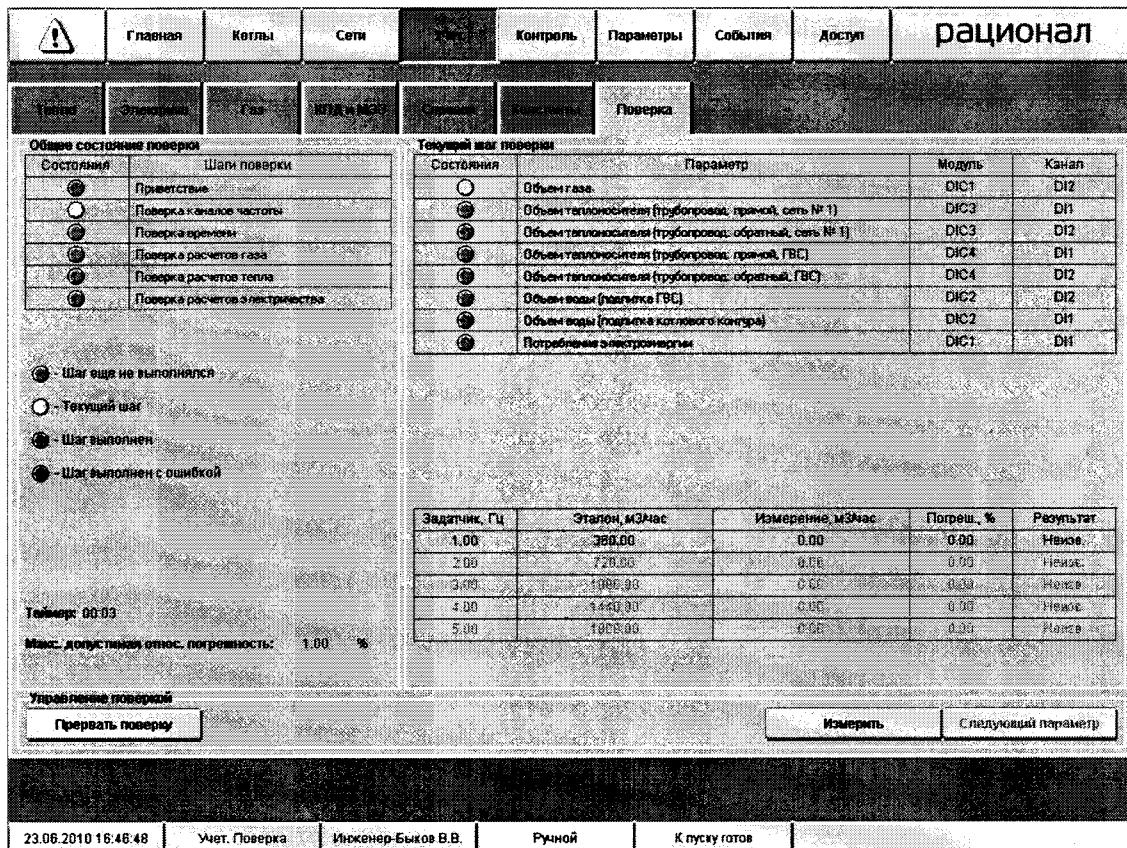

Рисунок 4
После завершения этого этапа поверки нажимают кнопку «Следующий шаг», и панель управления перейдет на страницу поверки ИК измерения частотных сигналов (Рисунок 4).
Допускаемая относительная погрешность ИК частоты $\pm 1\%$, это значение отображается на экране в разделе подсказок (Рисунок 4).
- подключают генератор импульсов к поверяемому ИК (таблица 3); к какому модулю и ИК необходимо подключиться, отображается на экране в строке «Состояние» таблицы «Текущий шаг поверки» желтой лампочкой (Рисунок 4);